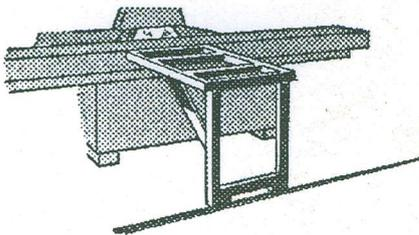

Bild 5.16
- Bild 5.16, anstelle des Schwenkarms für Schnittlängen >3,7 m oder bei schweren Werkstücken.